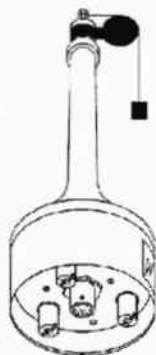

Рисунок 1. Схема определения порога чувствительности преобразователей WAV151/252.
- Закрепите последовательно на оси преобразователя ролик из КИ-01 (рис.1)